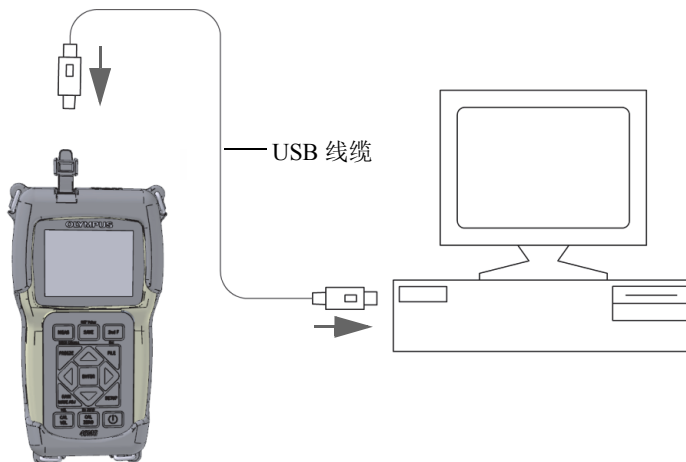

图 11-1 将 45MG 仪器与计算机连接
4. 将 USB 线缆的一端连接到 45MG 仪器顶部的 USB 从接口; 另一端连接到计算机的 USB 端口 (参见第 176 页的图 11-1)。